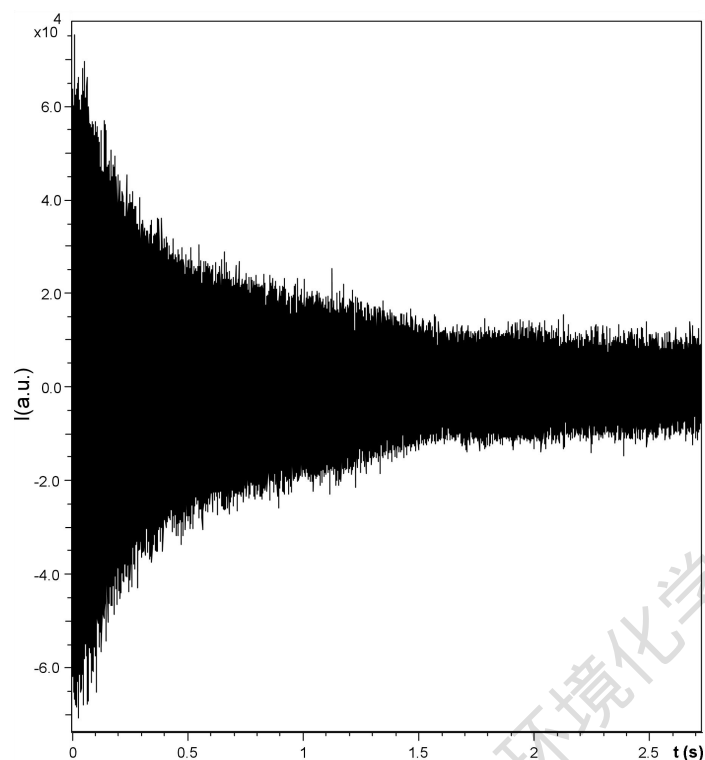

图 2 常压渣油标样-ESI FT-ICR MS 谱图 FID 图
8.3 自由感应衰减信号（Free Induction Decay, FID）图：在傅立叶变换时长内，FID 处于持续衰减状态，如图 2 所示。